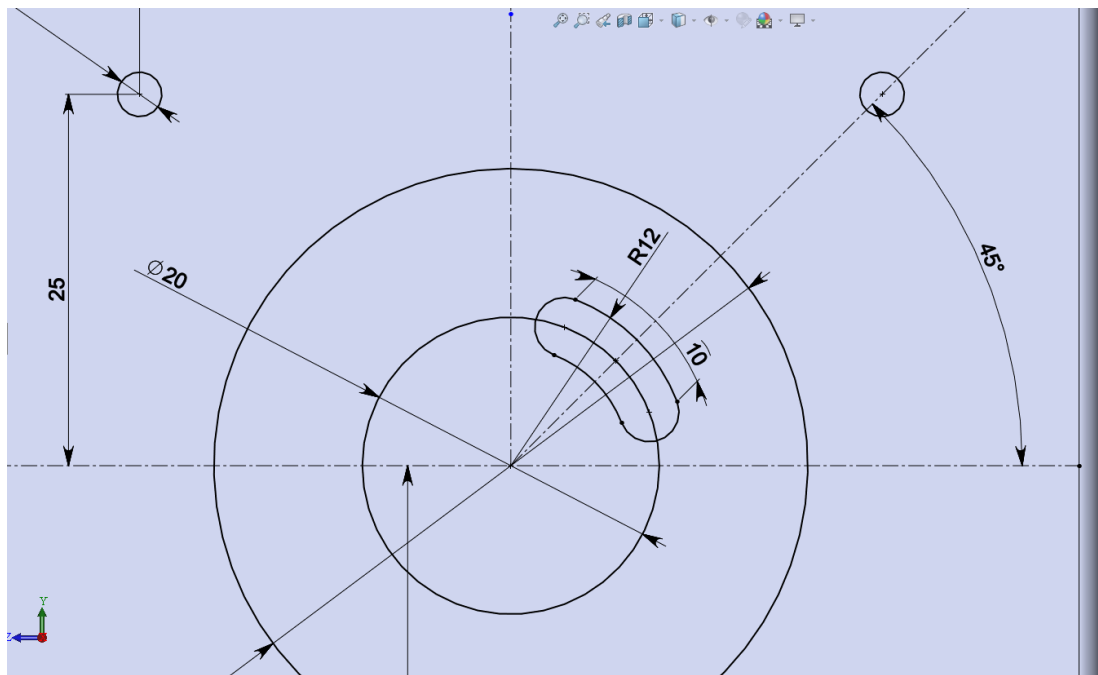

Рисунок 13 – задание параметров малой прорези
14. При помощи автоматического нанесения размеров задать длину дуги равную 10 мм (размер задается путем нажатия на три точки: два края дуги и сама точка на дуге). Расстояние от центра окружностей до внешней дуги прорези 12 мм. (рис. 13).